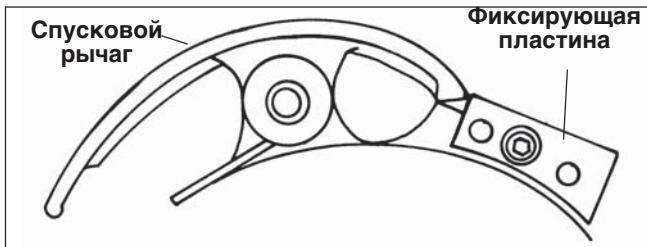

Рисунок 20 – Поднимите головку и отрегулируйте до положения, указанного выше.
3. Отрегулируйте фиксирующую пластину, чтобы винт был вставлен в среднее индексное отверстие. (Рисунок 20)